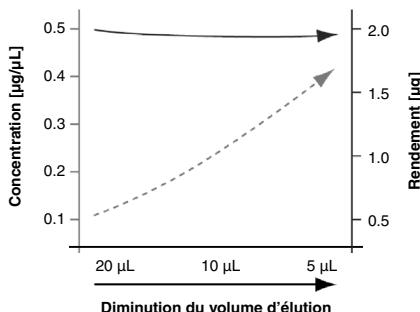

Figure 2 Corrélation entre le volume d'élution et la concentration d'ADN (Colonnes NucleoSpin® Tissue XS)
- d) L'incubation de l'ADN élué à des températures supérieures peut être ajustée selon les données présentées dans la figure 2. Les durées et les températures d'incubation indiquées permettent de réduire un volume d'élution de 20  $\mu$ L à environ 12–14  $\mu$ L et d'éliminer efficacement les traces d'éthanol comme décrit ci-dessus.